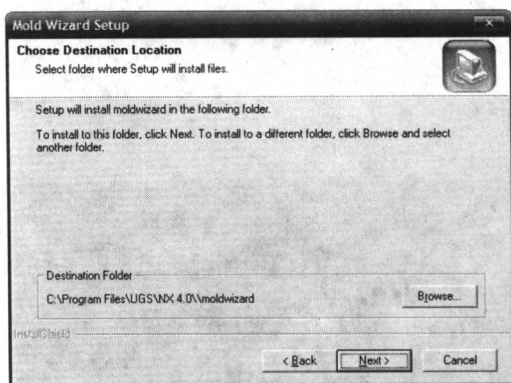

图 1-2 选择安装路径
② 单击 “安装界面” 对话框中的 “Next” 按钮, 此时系统弹出 “选择安装路径” 对话框, 如图 1-2 所示。